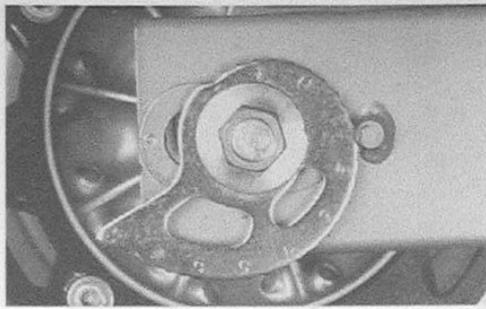

Bild 34
- Zum Prüfen der Kette Achsmutter lösen und Antriebskette durch Drehen beider Kettenspanner ganz spannen (Bild 33). 21 Bolzen (20 Zwischenräume) auf der Kette auszählen und Abstand zwischen den zwei Punkten messen (Bild 34); Grenzwert: 319,4 mm.